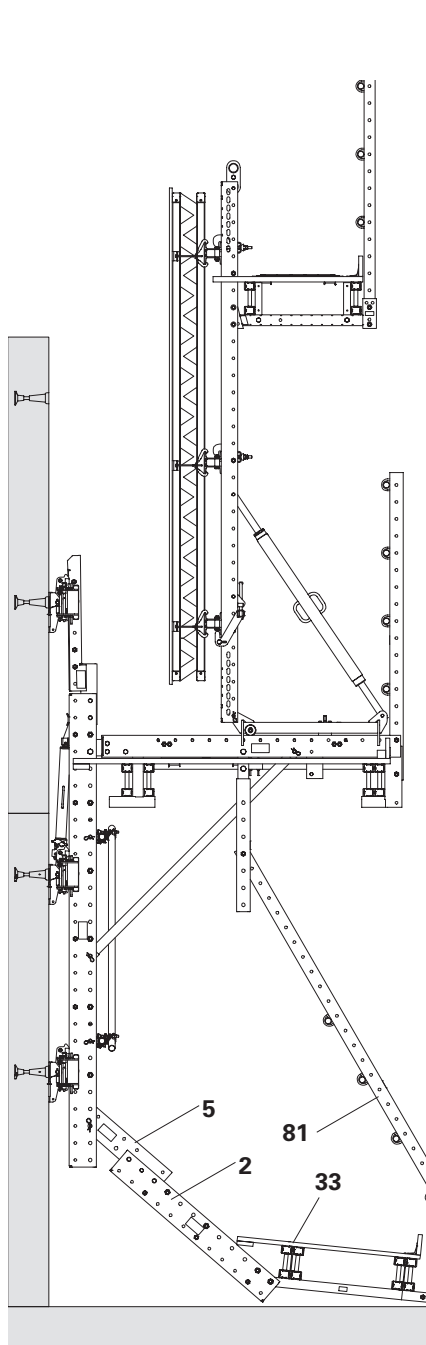

Fig. C4.06
2. Proseguire la procedura di ripresa. (Fig. C4.06)